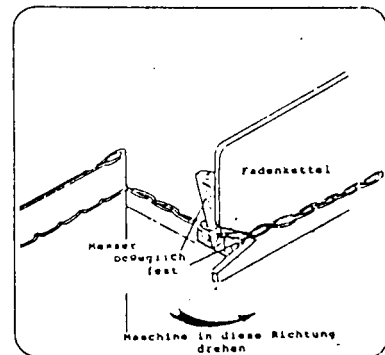

Abb. 3
7. Ziehen Sie bei laufender Maschine die Fadenkette in den V-förmigen Schlitz am hinteren Ende der Stichplatte. Der Faden wird durch das mitlaufende Messer automatisch abgeschnitten (Abb. 3)